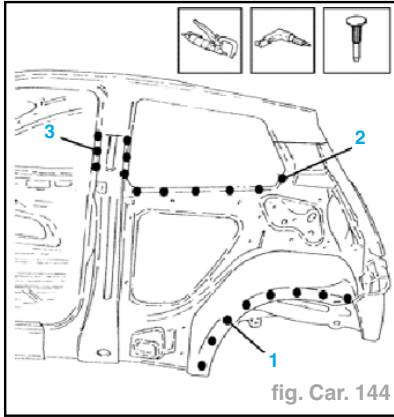

fig. Car. 144
- Faire sauter les points de soudure du côté passage de roue (1) (fig. Car. 144).
- Faire sauter les points de soudure à proximité du logement de la vitre AR (2).
- Faire sauter les points de soudure côté montant (3).